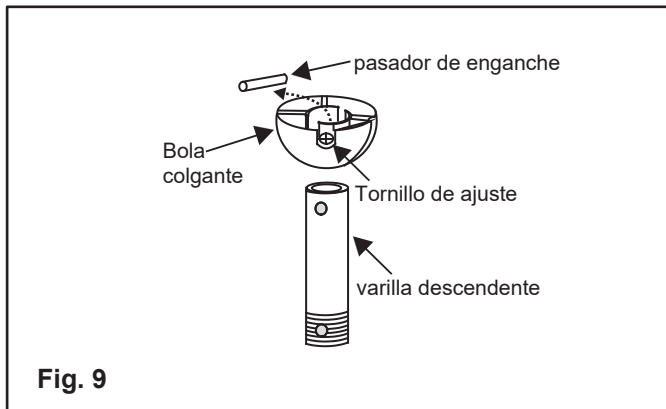
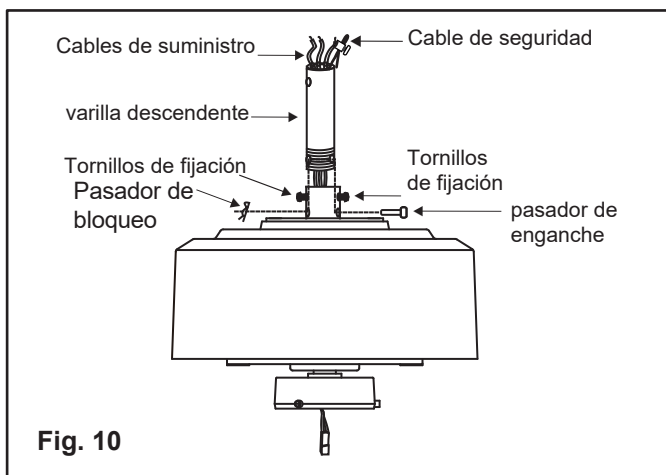

Fig. 9
Fig. 10
3. If you plan to use the downrod packaged with your ceiling fan, remove the hanger ball by loosening the set screw, unscrewing the safety pin and unscrewing the hanger ball. If you are using a different downrod, skip to the next step. (Fig. 9)
4. Loosen the two set screws in the motor coupling until the inside channel is clear of the screws. Remove the Safety Pin and Locking Clip in the top of the motor coupling. (Fig. 10)
5. Carefully feed the fan lead wires and safety cable up through the downrod. Thread the downrod into the motor coupling until the Safety Pin holes are aligned. (Fig. 9) Next, replace the Safety Pin and secure with the Locking Clip. Securely tighten both set screws. (Fig. 10)
5. Pase con cuidado los cables del ventilador y el cable de seguridad a través de la varilla. Enrosque la varilla en el acoplamiento del motor hasta que los orificios del pasador de seguridad estén alineados. (Fig. 9) Luego, reemplace el pasador de seguridad y asegúrelo con el clip de bloqueo. Apriete firmemente ambos tornillos de fijación. (Figura 10)
3. Si vous prévoyez d'utiliser la tige de suspension emballée avec votre ventilateur de plafond, retirez la boule de suspension en desserrant la vis de réglage, en dévissant la goupille de sécurité et en dévissant la boule de suspension. Si vous utilisez une autre tige de suspension, passez à l'étape suivante. (Fig.9)
4. Desserrez les deux vis de réglage de l'accouplement du moteur jusqu'à ce que le canal intérieur soit dégagé des vis. Retirez la goupille de sécurité et le clip de verrouillage en haut de l'accouplement du moteur. (Fig.10)
5. Faites passer soigneusement les fils conducteurs du ventilateur et le câble de sécurité à travers la tige de suspension. Vissez la tige de suspension dans l'accouplement du moteur jusqu'à ce que les trous de la goupille de sécurité soient alignés. (Fig. 9) Ensuite, remplacez la goupille de sécurité et fixez-la avec le clip de verrouillage. Serrez fermement les deux vis de réglage. (Fig.10)